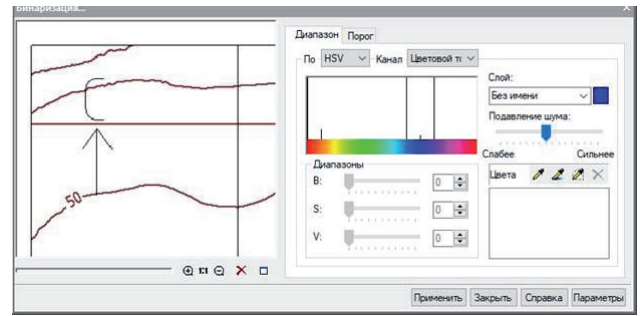

Рис. 5. Бинаризация
3. Для более точной и корректной векторизации преобразуем цветное изображение в монохромное с помощью команды *Binarization* (*Бинаризация*) – (рис. 5). Перед запуском команды необходимо выбрать растр. Вкладка *Диапазон* диалогового окна *Бинаризация* позволит избавиться от лишней информации на обрезанном изображении.